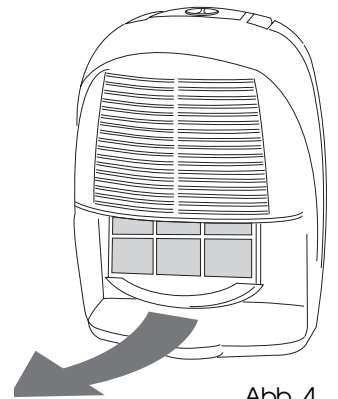

Abb. 4
- Zum Ausbau des Luftfilters den Tank entfernen und den Filter nach unten herausziehen (Abb. 4).